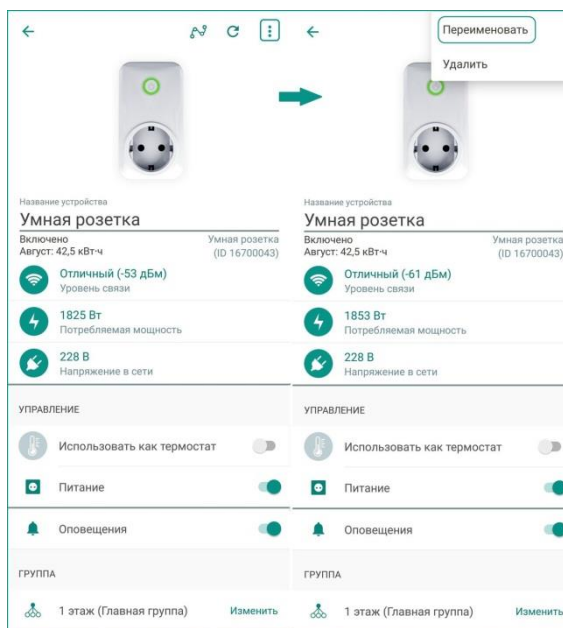

Рисунок 12.3 – Вызов меню на экране настройки розетки
- 3) В меню выберите пункт *Переименовать* (см. рисунок 12.3).